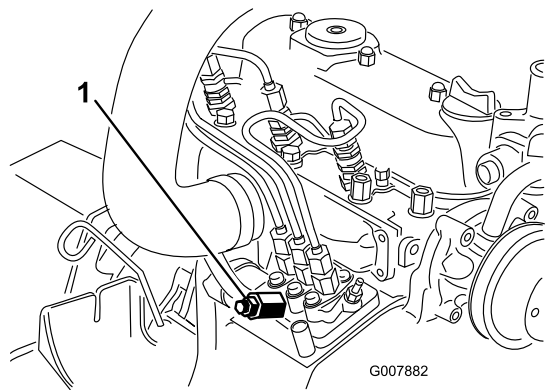

Figura 45
3. Coloque um tapete sob o parafuso de purga de ar na bomba de injeção de combustível e abra-a (Figura 45).